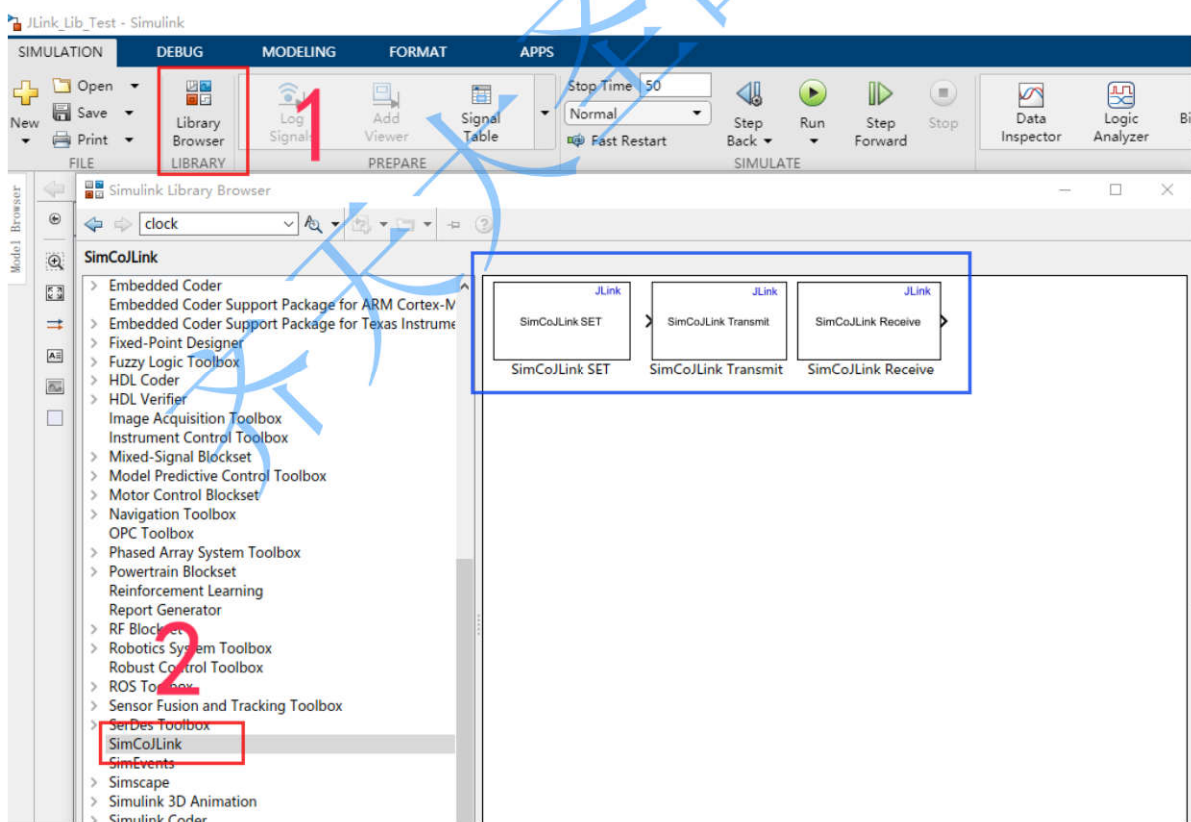

图 6: 查看 Simulink 库
3. 打开 Simulink 的 Library 查看是否成功添加 SimCoJLink 库。见 (图 6)